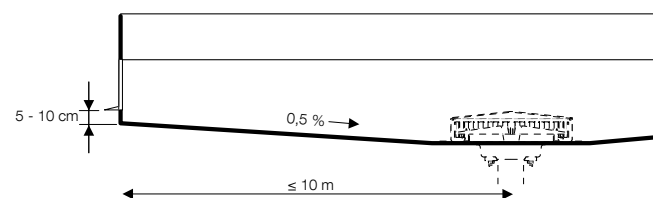

Рис. 70: Аварийный перелив в желобе, в торцевой стороне - кромка перелива и расстояние от ближайшей воронки
- При использовании внутренних желобов с помощью аварийных переливов на торцевой стороне желоба (см.рис. 70 на стр. 47)